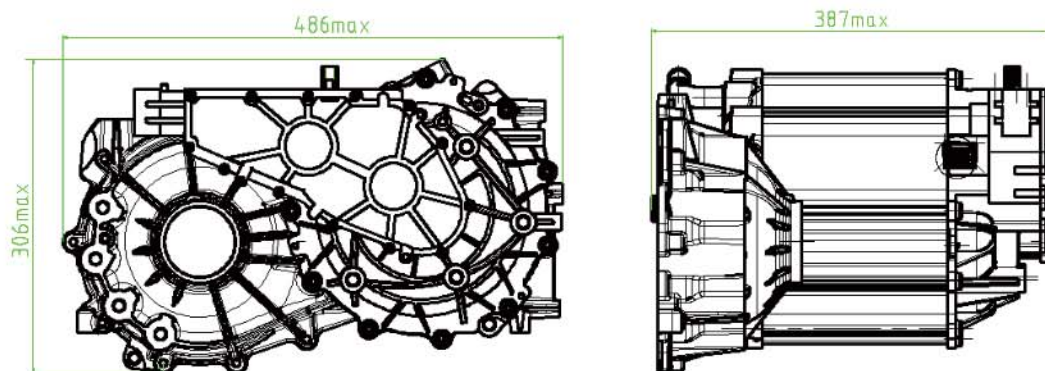

图 8
3. 驱动电机外观尺寸大小  $A \times B \times C = 486\text{mm} \times 387\text{mm} \times 306\text{mm}$  (带总成前箱体, 见下图 8):